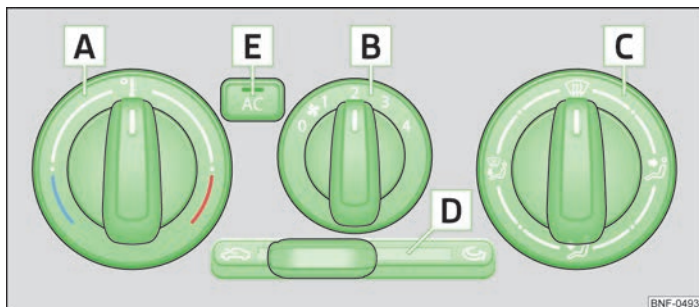

Fig. 61 Sistema de aire acondicionado: Elementos de mando
El sistema de refrigeración funciona sólo si se pulsa la tecla AC E » fig. 61 de la página 54 y se cumplen las siguientes condiciones:
- Girar el regulador giratorio **A** » fig. 61 hacia la derecha para elevar la temperatura.
- Girar el conmutador del ventilador **B** » fig. 61 a una de las posiciones 1-4 para conectar el ventilador.
- Con el regulador de distribución de aire **C** » fig. 61, se regula el sentido de salida del aire.
- Pulsando la tecla **(AC) E** » fig. 61 se conectará el sistema de refrigeración. Se encenderá el testigo de control en la tecla.
- El testigo luminoso en la tecla **(AC) E** » fig. 61 se enciende después de la conexión, incluso si no se cumplen todas las condiciones para el funcionamiento del sistema de refrigeración. Indica la disposición de enfriamiento una vez se cumplan todas las condiciones » página 53.
- Elementos de mando **A**, **B**, **C**, **D** y la tecla **E** » fig. 61 de la página 54.
- Desplazar el regulador **D** » fig. 61 de la página 54 a la posición .